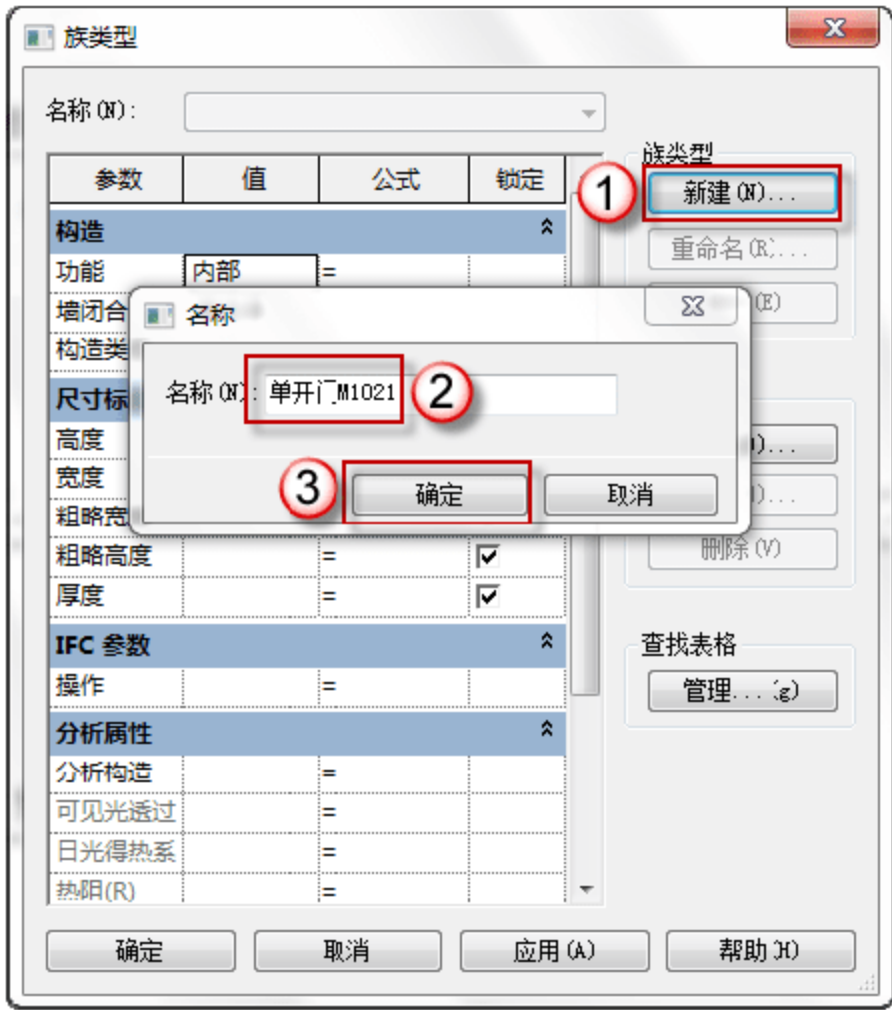

图 6.1.120 创建“单开门 M1021”
(3) 新建族类型。单击“族类型”按钮，在弹出的“族类型”对话框中单击“新建”按钮，弹出“名称”对话框，在其中输入“单开门 M1021”字样，单击“确定”按钮，如图 6.1.120 所示。